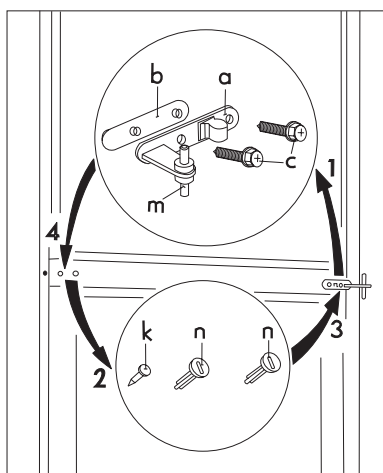

Рис. 3
- Поэтапно снять с корпуса двойной держатель двери (a, b, c). Также не забудьте снять пластиковую распорку (b) под держателем двери (рис. 3).
- Выкрутить левые болты крышки двойного держателя двери (3 штуки, n, k) и переставить их на другую сторону (рис. 3).
- Демонтировать элементы запираания двери (u, v) путем выкручивания винта (s) (рис. 3).
- Вставить болт двойного держателя двери (m) в левое отверстие морозильной камеры (рис. 3).